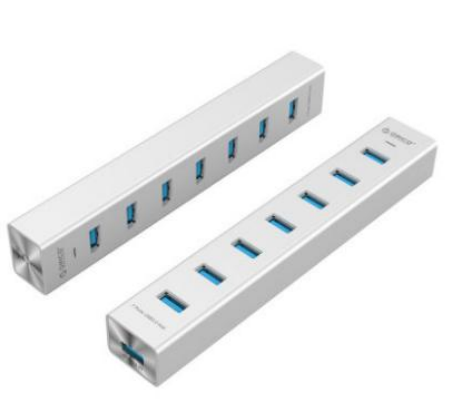

图 2-2 USB2.0/3.0-HUB
2.1.2、USB2.0/3.0 分线器(USB2.0/3.0-HUB)如图 2-2 所示